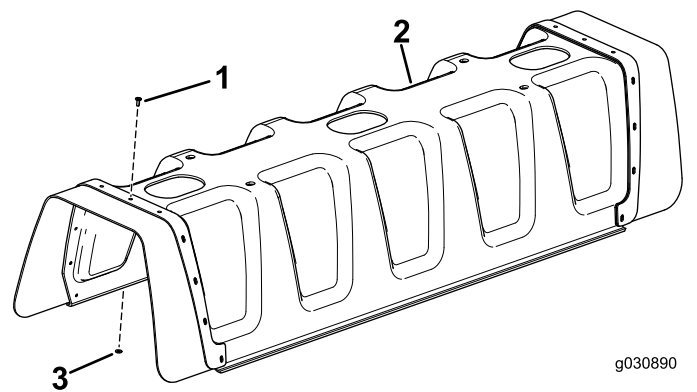

Figura 4
3. Montate 11 ribattini con spina (3/16" x 1/2") e rondelle (3/16") sulla copertura della barra centrale (Figura 4).